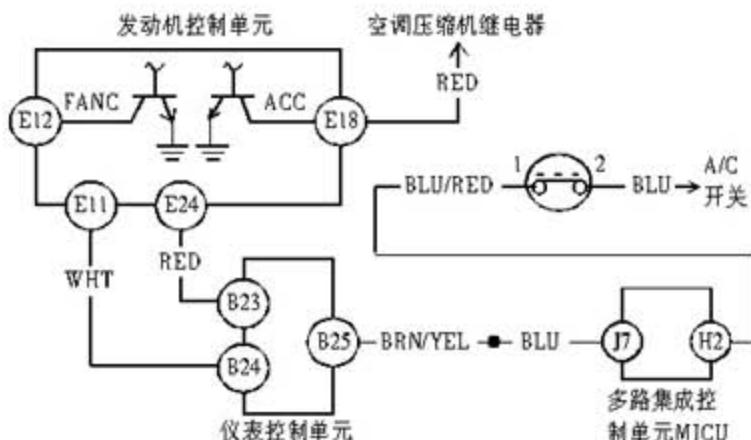

图 1
5). 模拟用户的驾驶情况继续进行路试，路试几个小时后回厂停车继续开空调怠速工作。一段时间后笔者发现水温表和转速表都跌到零并上下摆动，最后完全不动。打开发动机舱，发现空调压缩机也停止工作，故障终于出现了。按压 A/C 开关，空调面板显示正常，指示灯也正常，但压缩机不工作。重新接入 HDS 进行检测，故障码 U0155、B1178、B1168 以及 B1169 再次出现。进入故障诊断仪的发动机数据列表，打开 A/C 开关，但列表显示空调开关信号处于关闭状态，这说明发动机控制单元没有接收到空调请求信号。进入空调系统数据列表，列表显示空调开关信号及其他相关传感器信号正常，这说明空调控制单元到多路集成控制单元（MICU）的通讯线路是正常的。拆开右侧仪表板下饰板，拆下发动机控制单元，给发动机控制单元的 E18 号端子提供搭铁信号（图 1），这时空调压缩机可以工作，制冷系统工作正常，发动机熄火重新起动后所有故障又消失了。看来水温表和转速表不工作以及空调系统不工作应该是由于网络上信息传输或接收出现间歇性故障引起的，可能原因包括仪表控制单元到发动机控制单元之间的快速网络传输线路故障，或仪表控制单元故障。